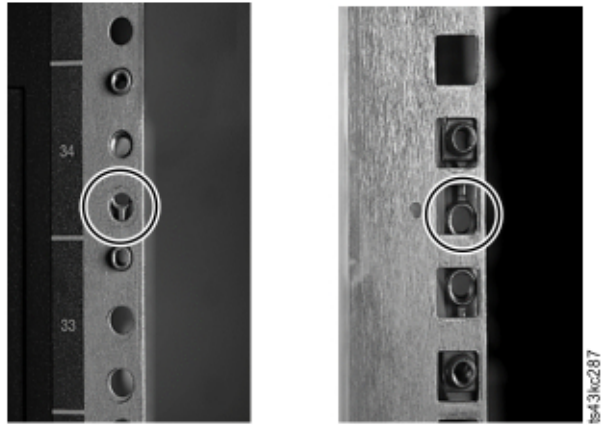
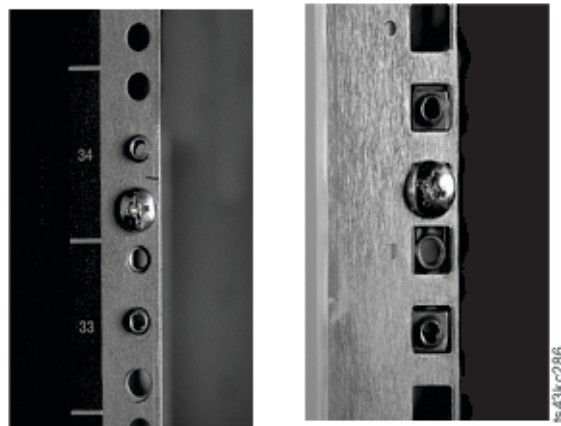

Abbildung 38. Falsche Anschlusspositionen
Abbildung 39. Korrekte Anschlusspositionen
- b. Setzen Sie im Inneren der Racks die Anschlüsse nach außen an der entsprechenden Höhe in den linken und rechten Rackpfosten ein. Setzen Sie sie in das mittlere Loch der Höheneinheit sowohl an der Vorderseite als auch an der Rückseite ein (die Mitte einer Höheneinheit ist das Loch zwischen zwei benachbarten Trennlinien). Die vier Schraubenlöcher müssen an den Löchern im Rack ausgerichtet sein. Ist dies nicht der Fall, sind die Blocks nicht an der korrekten Position. Siehe Abb. 38 auf Seite 44 und Abb. 39 auf Seite 44.